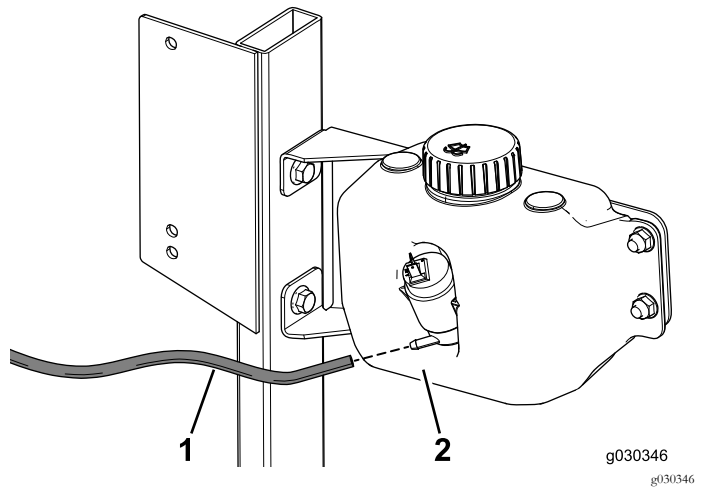

Figura 36
1. Ligue uma extremidade do tubo da lavagem ao depósito de lavagem (Figura 36).